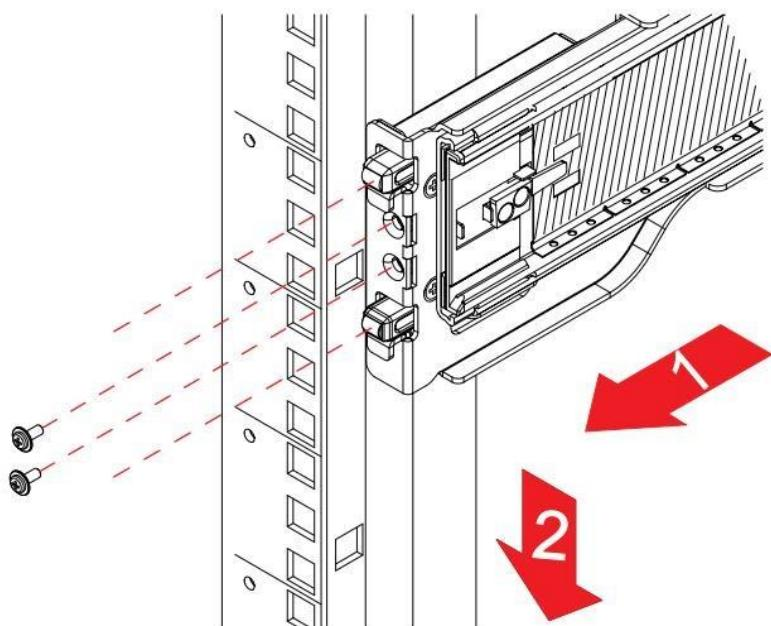

Рисунок 134 – Крепление кронштейна рельса на стойке
3. Установите и закрепите передний конец рельса в монтажный шкаф, как показано на Рисунок 134.